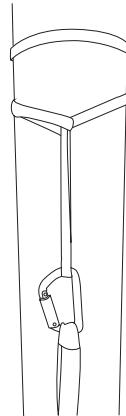
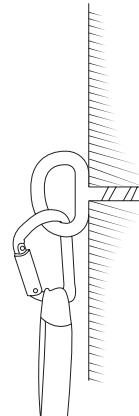

Abb. 1B: Vertikalanbringung
Abb. 1C: Verankerung an fester Konstruktion
- Sobald die Verankerungsschlinge an einer vertikalen Konstruktion angebracht worden ist, kann die Schlinge abgenommen und zweimal um den Pfosten und durch sich selbst geführt werden. Danach den Karabinerhaken gemäß Abb. 1B anbringen. Sicherstellen, dass die Verankerungsschlinge festsetzt. Abb. 1C zeigt die Befestigung des Karabiners an einem festen Strukturanker gem. EN795 cl.A.